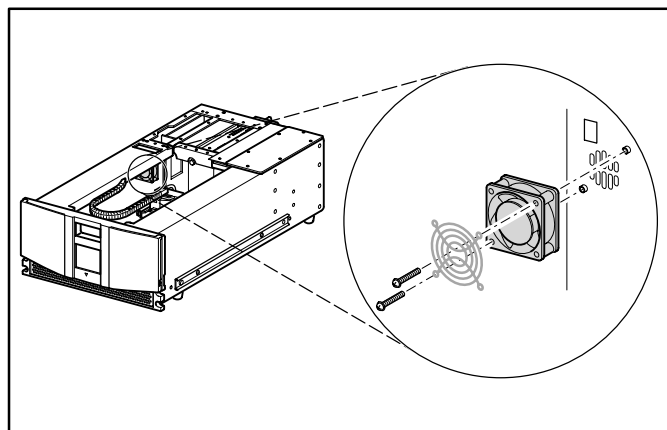

図4: 既存のカード ケージ ファンの取り外し
8. カード ケージの冷却ファンのケーブルをカード ケージ バックプレーン(J11)から取り外して、ファンと指止め防止カバーをシャーシから取り外します。ファン固定ネジには、左側のマガジンを取り外して空いた領域からアクセスできます(このファンは再使用されません)。図4を参照してください。